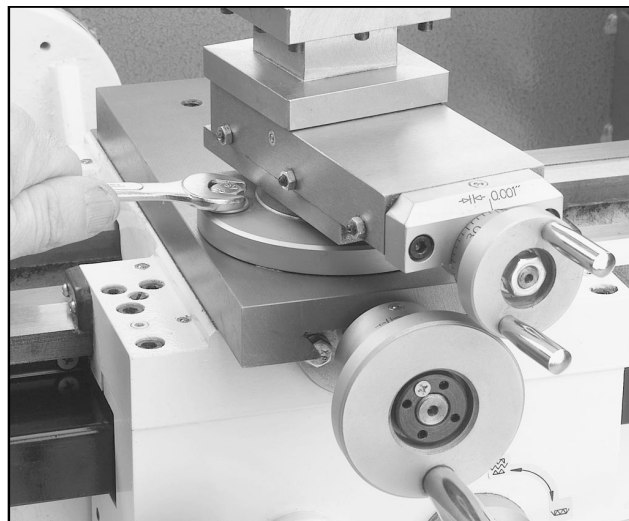

Fig. 13 Fjernelse af top-slædens skruer.
1. Anvend en 12 mm skruenøgle for at fjerne de to skruer, som holder top-slæden på tværs-læden. Se **Fig. 13**.